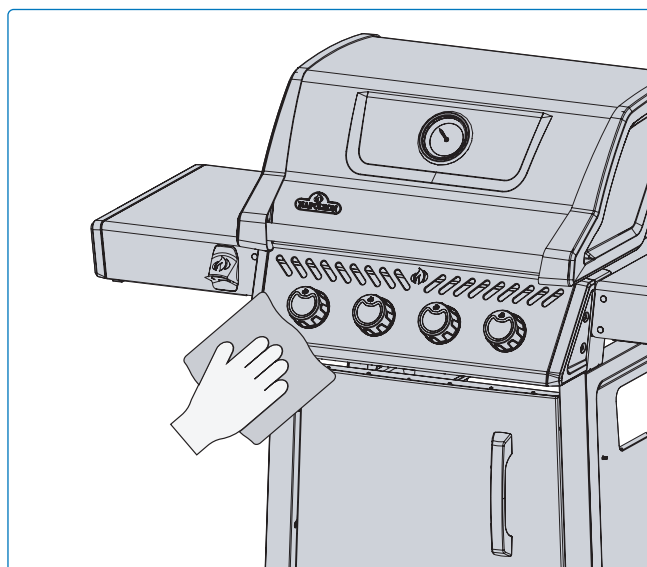

Fig. 24
- Las piezas de acero inoxidable se decoloran con el tiempo debido al calor, adquiriendo un tono dorado o marrón. Esto es normal y no afecta al rendimiento de la parrilla (**Fig. 24**).